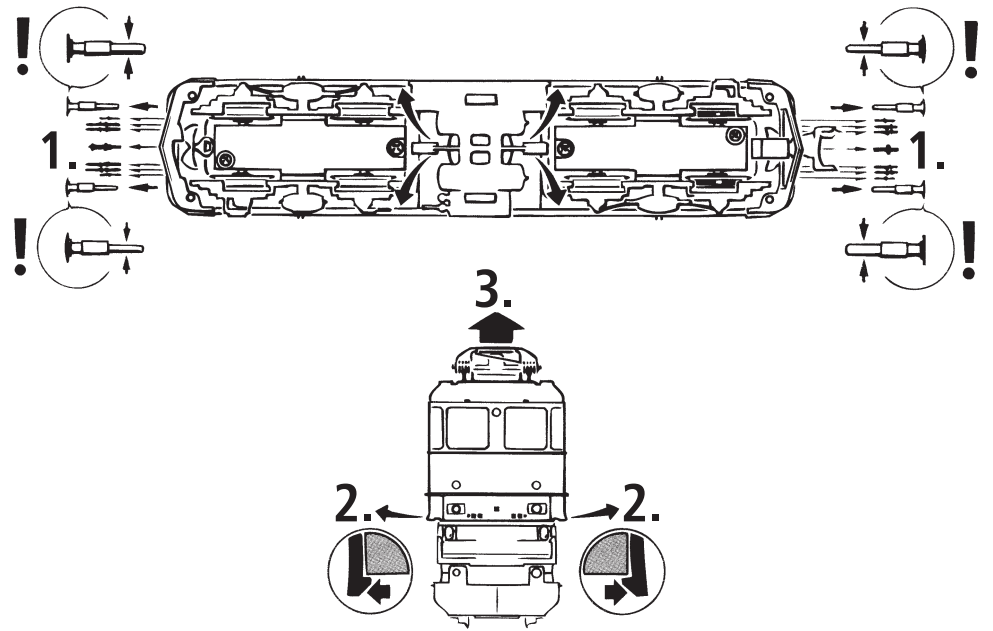

Fig. 4
**3. Haftreifenwechsel:** Zuerst die Drehgestellblende abnehmen (Fig. 4). Danach den **Radsatz** herausnehmen und die **Haftreifen** mit einer Nadel od. mit einem feinen Schraubendreher abziehen (Fig. 4). Beim Aufziehen der neuen Haftreifen darauf achten, dass diese sich nicht verdrehen.
**3. Change of traction tyre:** Remove the bogie blind. Take out **wheel set** and remove **traction tyre** using a pin or a fine screwdriver (fig. 4). When pressing on the new traction tyre please **avoid twisting it**.
**3. Échange des bandages d'adhérence:** Dé- montez d'abord **les flancs de bogies** des en-grenages. Délogez ensuite les essieux bandagées et enlevez, à l'aide d'une aiguille ou d'un tourne-vis fin, les bandages d'adhérence (fig. 4). Lors du montage des nouveaux bandages veuillez veiller à ce que les bandages **ne soient pas tor-dues**.